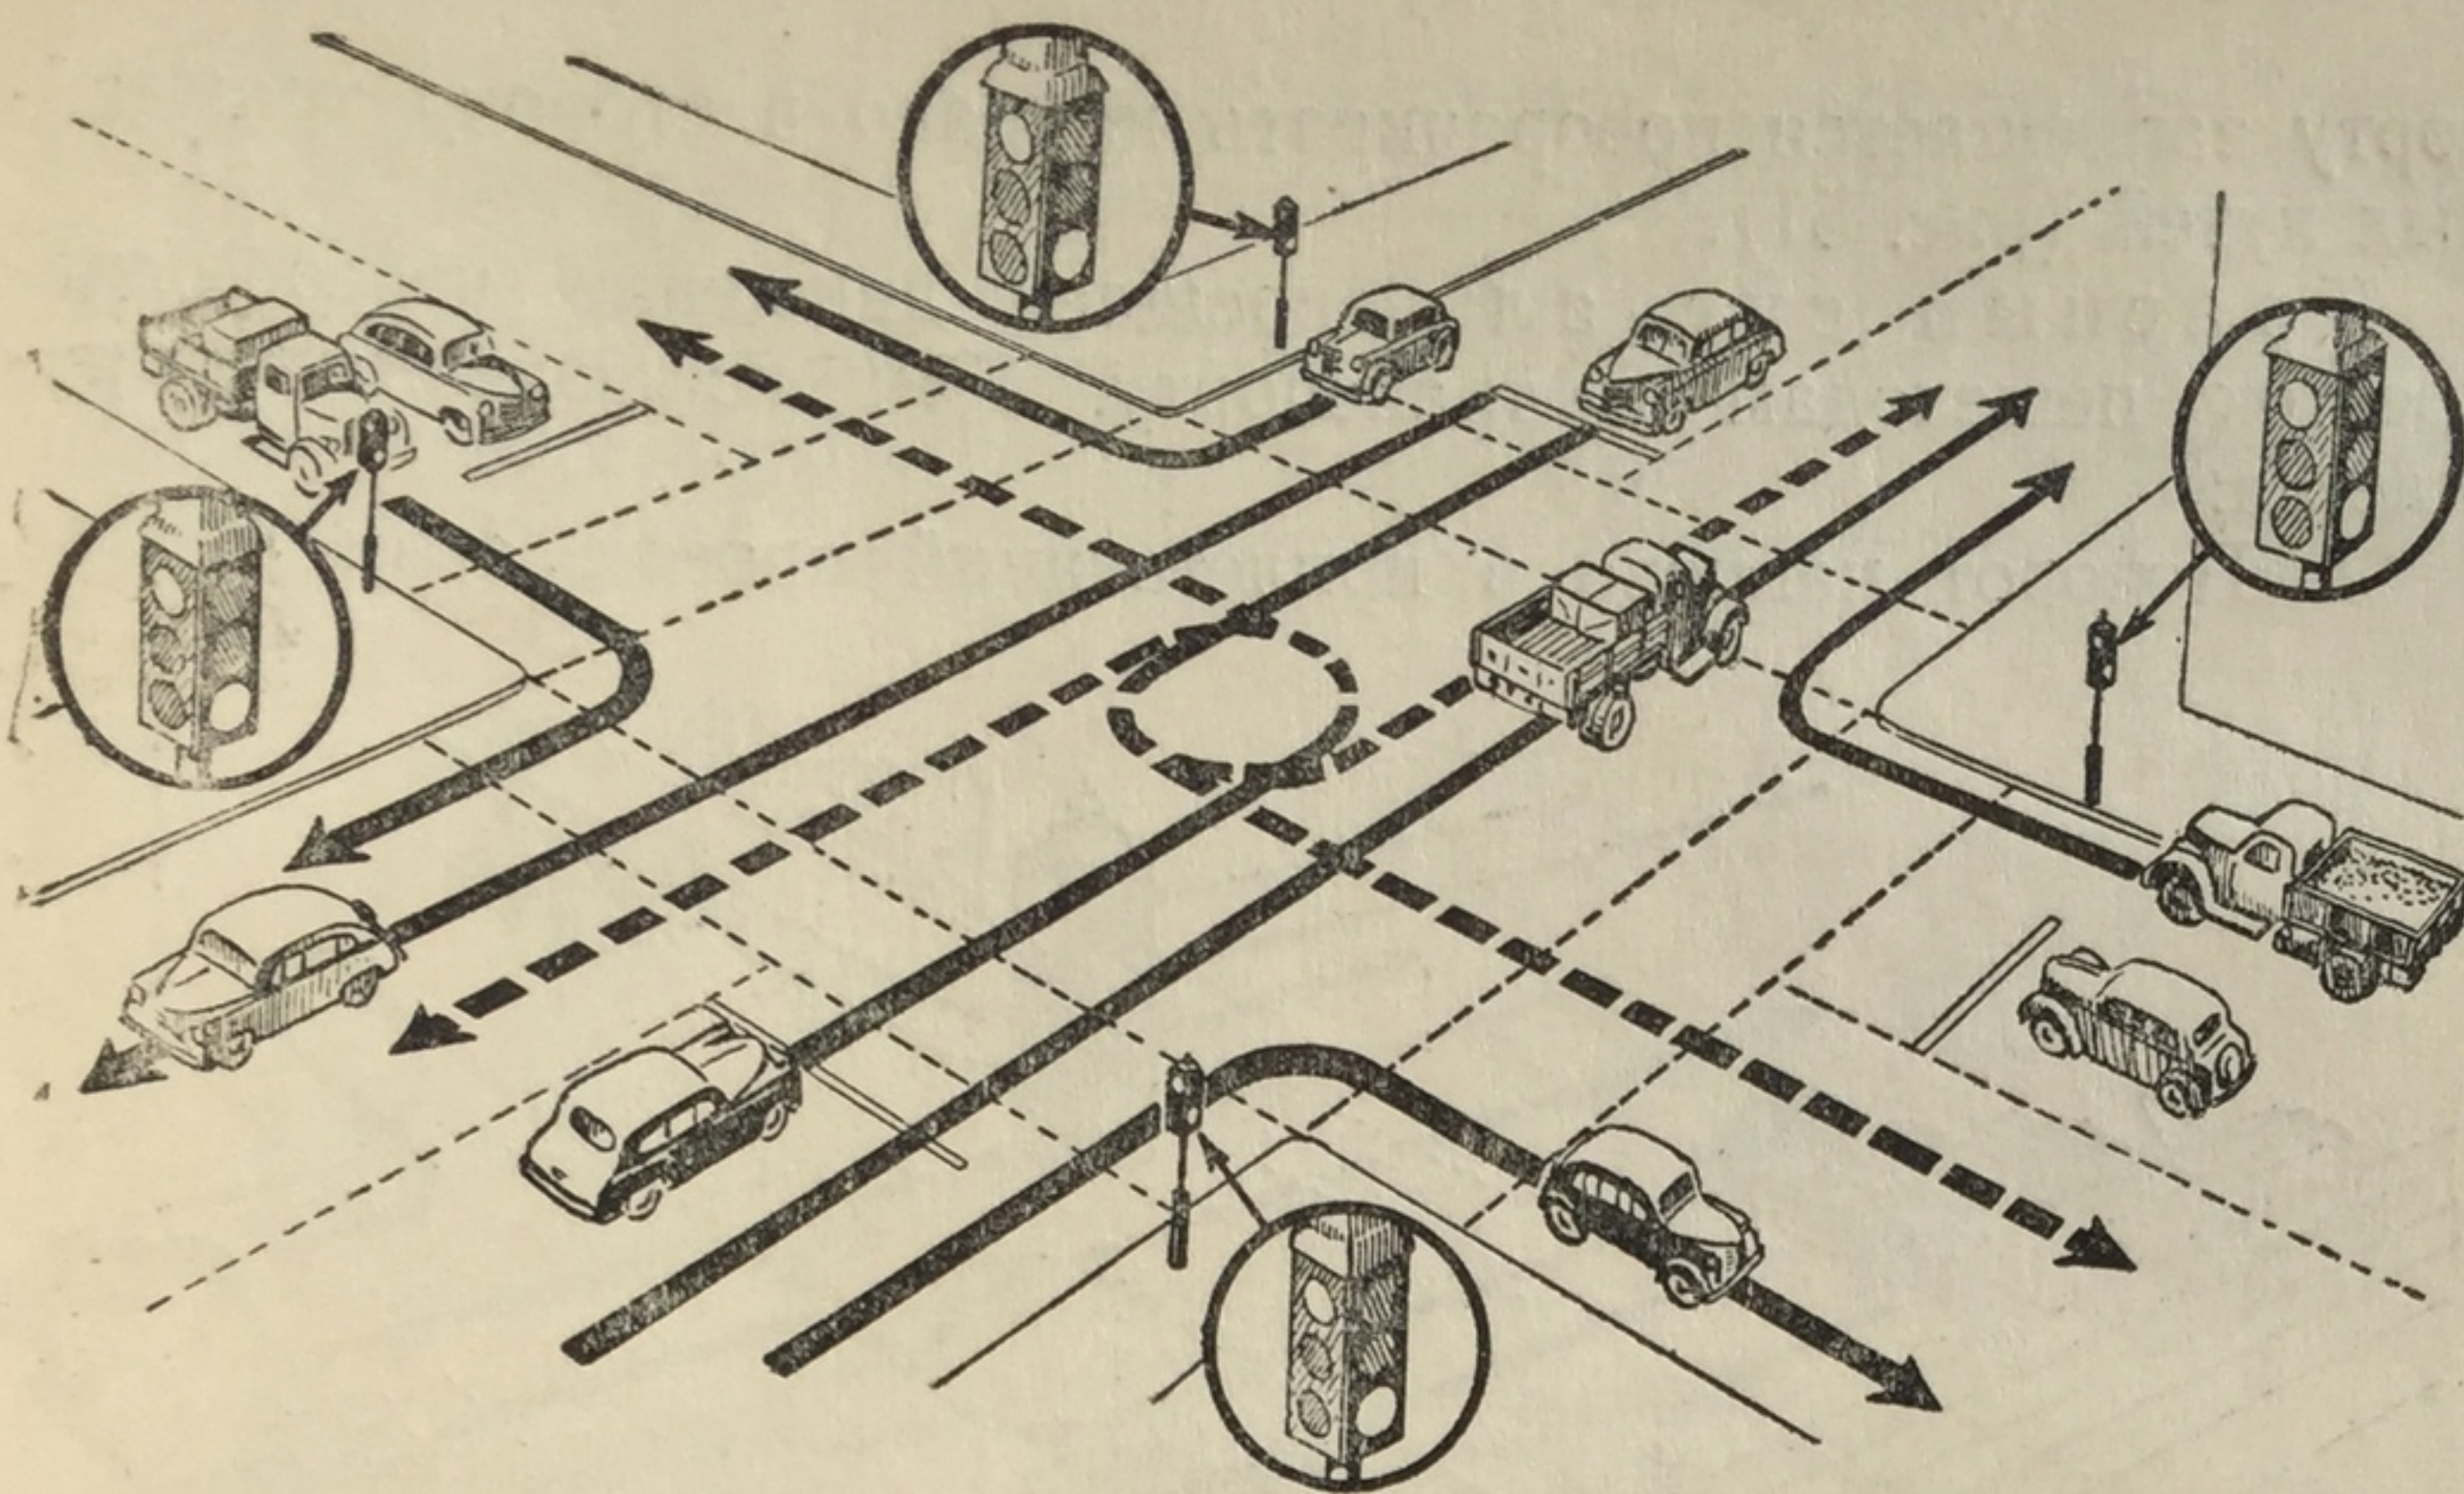

Рис. 50. Схема направления движения транспорта на четырехстороннем перекрестке
- на трех- и четырехсторонних перекрестках (рис. 50) при условии, что это не мешает транспорту, движущемуся через перекресток в прямом направлении;